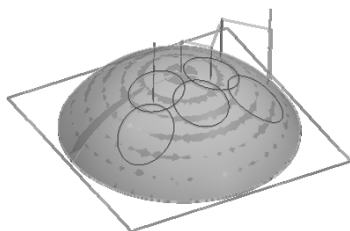

图 5-28 生成刀具轨迹
3) 单击右键, 系统开始计算, 稍后得出刀具轨迹如图 5-28 所示。